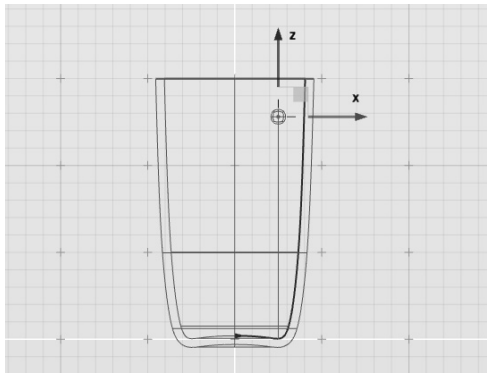

图 7-41 平移多边形立方体
2) 激活前视图，在该视图内平移上一步创建的多边形立方体至图 7-41 所示的位置。